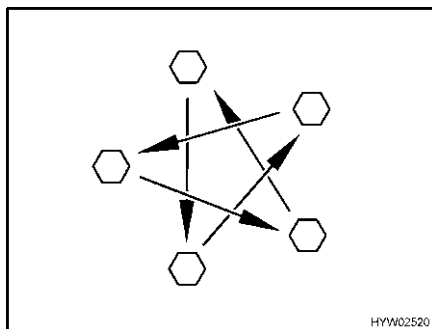

Fig. 92 Serrare a croce i dadi o i bulloni delle ruote
- Controllare regolarmente il serraggio dei dadi o dei bulloni. Regolare a croce (Fig. 92) il serraggio dei dadi o dei bulloni di una ruota sostituita dopo circa 50 km.